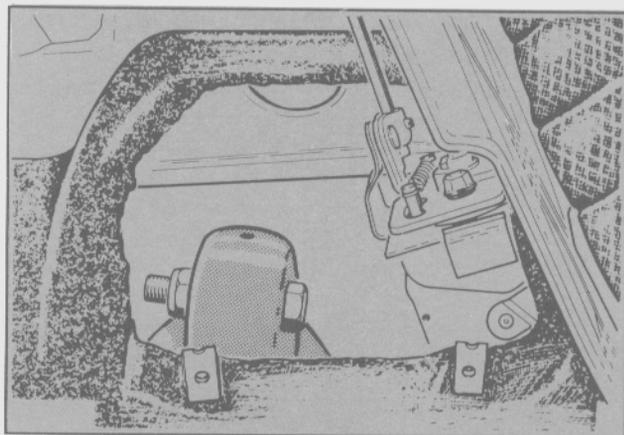

Fig. 43. Montaje superior del amortiguador
- Extraer el tornillo y la tuerca de fijación del montaje superior del amortiguador (Fig. 43).